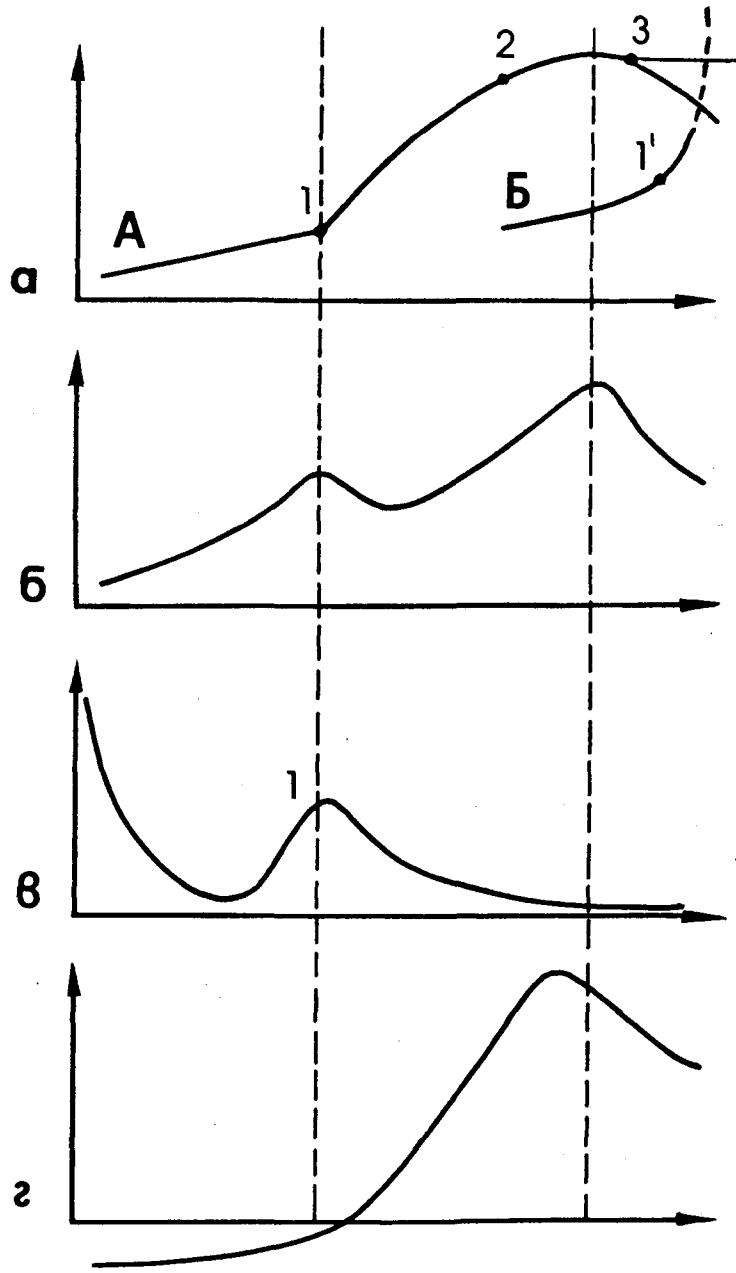

Рис. 1. Схема этапов развития технических систем
Технические системы, как и биологические (и любые другие), не вечны: они возникают, переживают периоды становления, расцвета, упадка и, наконец, сменяются другими системами. Типичная история жизни технической системы показана на рис. 1 а, где на оси абсцисс отложено время, а на оси ординат — один из главных показателей системы (скорость самолета, грузоподъемность танкера, число выпущенных телевизоров и т. д.). Возникнув, новая техническая система далеко не сразу находит массовое применение: идет период обрастаания системы вспомогательными изобретениями, делающими новый принцип практически осуществимым. Быстрый рост начинается только с точки 1. Далее система энергично развивается, ассимилируя множество частных усовершенствований, но сохраняя неизменным общий принцип. С какого-то момента (точка 2) темпы развития замедляются. Обычно это происходит после возникновения и обострения противоречий между данной системой и другими системами или внешней средой. Некоторое время система продолжает развиваться, но темпы развития падают, система приближается к точке 3, за которой исчерпываются себя физические принципы, положенные в основу системы. В дальнейшем система остается без изменений (велосипед за по-
На рис. 1 б показано изменение количества изобретений на разных этапах развития системы. Первый пик связан с переходом к массовому применению системы, второй — с попытками любыми средствами продлить жизнь одряхлевшей системы. На рис. 1 в показаны наивысшие уровни изобретений на разных этапах жизни системы: рождение системы связано с одним или несколькими изобретениями пятого уровня, затем число изобретений снижается, но в районе точки 1 наблюдается некоторый пик — изобретения, позволяющие перейти к массовому применению системы, нередко достигают третьего-четвертого уровней. После этого уровень изобретений вновь падает — и на этот раз необратимо.
На рис. 1 г показано изменение средней эффективности одного изобретения, т. е. размер даваемой им экономии. Великие изобретения пятого уровня и первые крупные и средние изобретения, превращающие новый принцип в отрасль техники, не дают прибыли, они убыточны. Прибыль появляется потом, когда новая машина находит массовое применение. Тогда любая мелочь дает большую экономию и, следовательно, большое авторское вознаграждение (если оплата производится в зависимости от величины экономии). Пример: сотрудники Института электросварки им. Е. О. Патона заменили пайку бокового вывода к цоколю лампы автоматизированной сваркой. Экономится лишь капля припоя. Замена пайки сваркой давно стала типовым приемом. Как максимум, это изобретение второго уровня, а скорее всего «неизобретательское изобретение» (изобретение первого уровня или даже
4.6. Привести примеры систем, находящихся: а) на начальном этапе развития, т. е. до точки 1 (см. рис. 1); б) между точками 1 и 2; в) между точками 2 и 3; г) после точки 3.